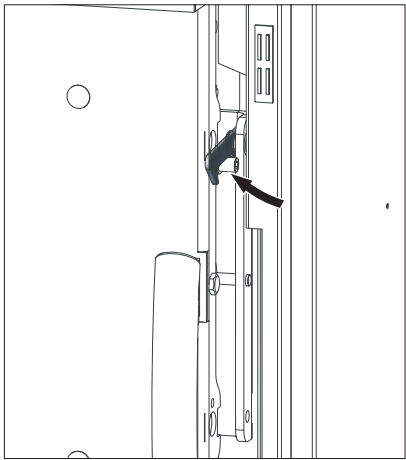

Fig. 18 Ouvrir le verrouillage de la porte du foyer
- ▶ Ouvrir la porte de la jaquette. Le ventilateur tourne. Ouvrir la porte du foyer (porte du haut) jusqu'à la butée du verrouillage, soulever le crochet de verrouillage – Fig.18, **ouvrir** entièrement la **porte du foyer**.